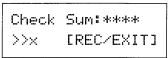

fig. 3
- 5) Play the song. fig. 3 appears on the JP-8000 display.
- 5) 演奏を開始する。JP-8000のディスプレイに、fig. 3が表示される。